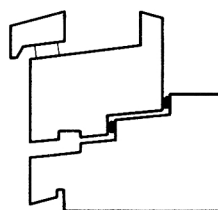

Fig. 22
- 22 Luft-tetting mellom ramme og karm utføres med klem-lister stiftet til anslag, se fig. 22.